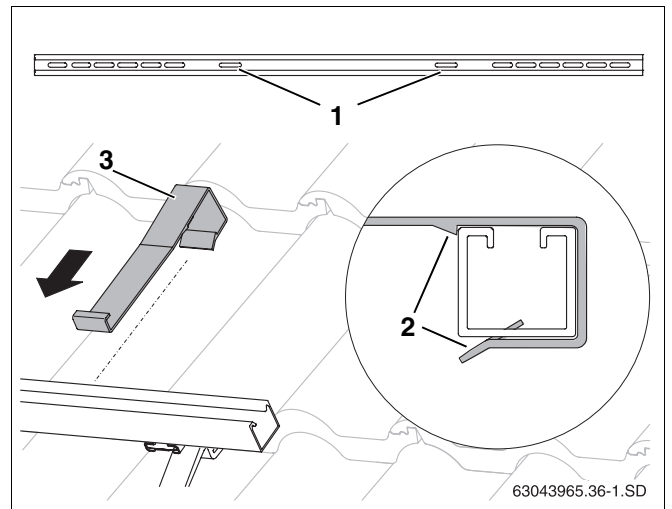

Fig. 34 Encaixar a protecção contra deslizamento.
- ▶ Deslizar cada protecção contra deslizamento (fig. 34, **item 3**) nos furos oblongos interiores (fig. 34, **item 1**), a partir de fora, sobre os perfis, até que encaixem (fig. 34, **item 2**).